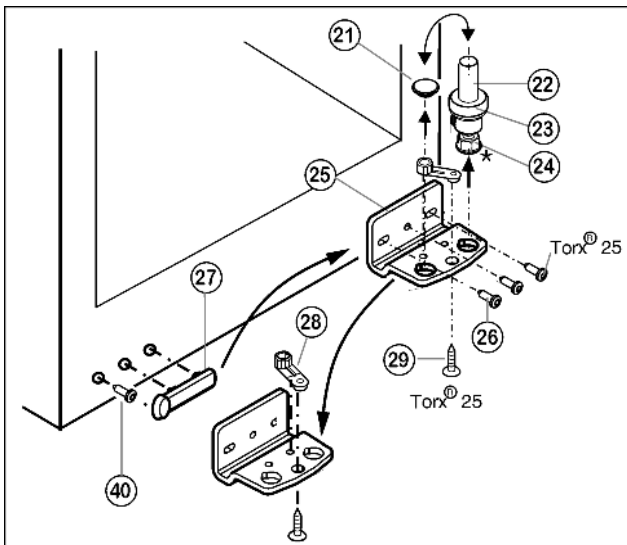

Fig. 5
- ▶ Извлеките опорный винт Fig. 5 (22) в комплекте с шайбой Fig. 5 (23) и регулируемой опорой* Fig. 5 (24), вытягивая его вверх.
- ▶ Снимите пробку Fig. 5 (21).
- ▶ Открутите Fig. 5 (26) опорный кронштейн Fig. 5 (25).
- ▶ Открутите Fig. 5 (29) опорную деталь Fig. 5 (28) и, переставив в отверстие на противоположной стороне опорного кронштейна, снова прикрутите.
- ▶ Осторожно снимите и переставьте на противоположную сторону крышку со стороны ручки Fig. 5 (27) и винт Fig. 5 (40).
- ▶ Снова прикрутите опорный кронштейн Fig. 5 (25) на новой стороне шарнира (с моментом 4 Нм). При необходимости используйте аккумуляторный шурупверт.
- ▶ Переставьте пробку Fig. 5 (21) в свободное отверстие.
- ▶ Вновь установите опорный винт Fig. 5 (22) в комплекте с шайбой и регулируемой опорой*. При этом фиксатор должен быть направлен назад.
- ▶ Извлеките пробку (33) из опорной втулки дверцы и переставьте.
- ▶ Снимите и переставьте на противоположную сторону дверную ручку (32), пробку (33) и прижимные пластины* (34).
- ▶ Установите дверцу сверху на нижний опорный палец Fig. 5 (22).
- ▶ Установите верхний опорный кронштейн (12) на новой стороне шарнира и защелкните в дверце.
- ▶ Прикрутите верхний опорный кронштейн (12)(с моментом 4 Нм)(2 шт. Torx® 25) (13). При необходимости проделайте отверстия или используйте аккумуляторную отвертку.
- ▶ Защёлкните крышку (10) и крышку (11) на противоположной стороне.
- ▶ При необходимости выровняйте дверцы через два продольных паза в нижнем опорном кронштейне Fig. 5 (25) параллельно корпусу устройства. Для этого выкрутите средний винт.